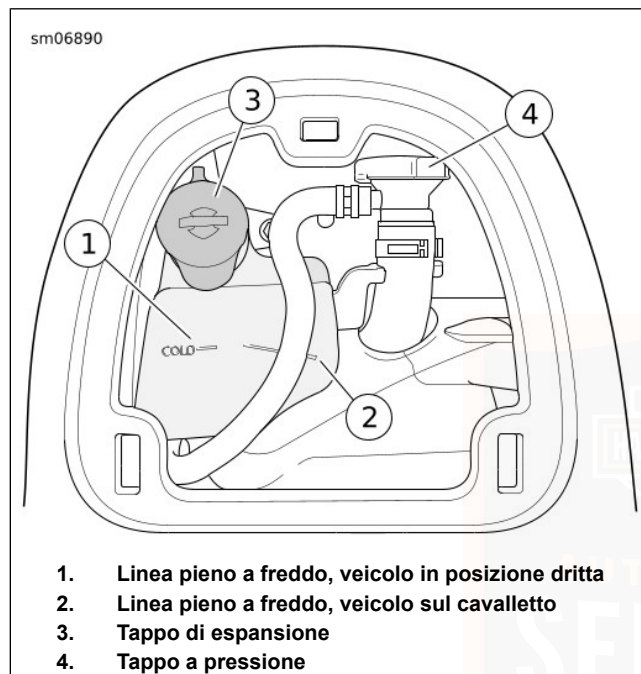

Figura 57. Livello del liquido di raffreddamento
Vedere Figura 57 . Sulla vaschetta del liquido di raffreddamento ci sono due linee. Usare il tubo angolato (2) quando la motocicletta poggia sul cavalletto.
2. Vedere Figura 57 . Controllare che il livello del liquido di raffreddamento nella vaschetta si trovi leggermente sopra la linea "COLD" (freddo) (1).